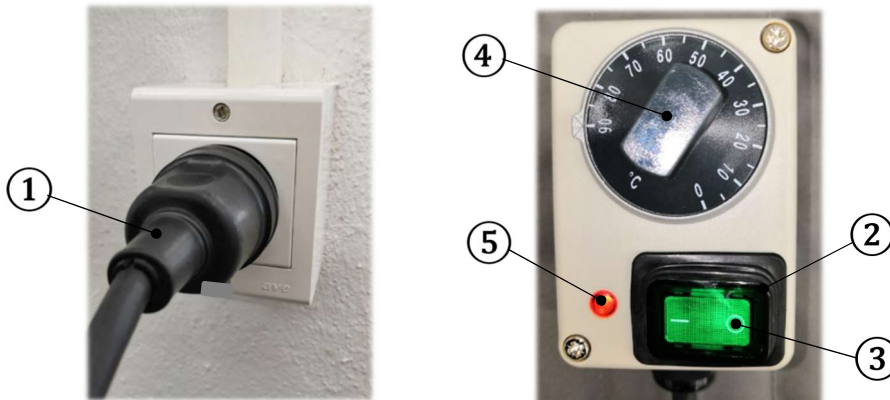

Abbildung 1.5
6.2 Inbetriebnahme (Abbildung 1.5)